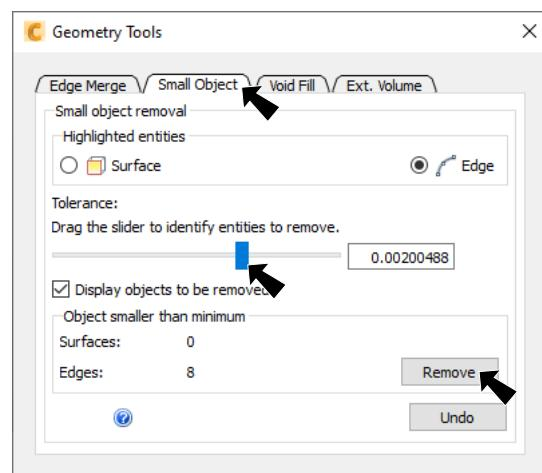

Fig. 24
Step 4. Click the **Small Object** tab  **Fig. 24**